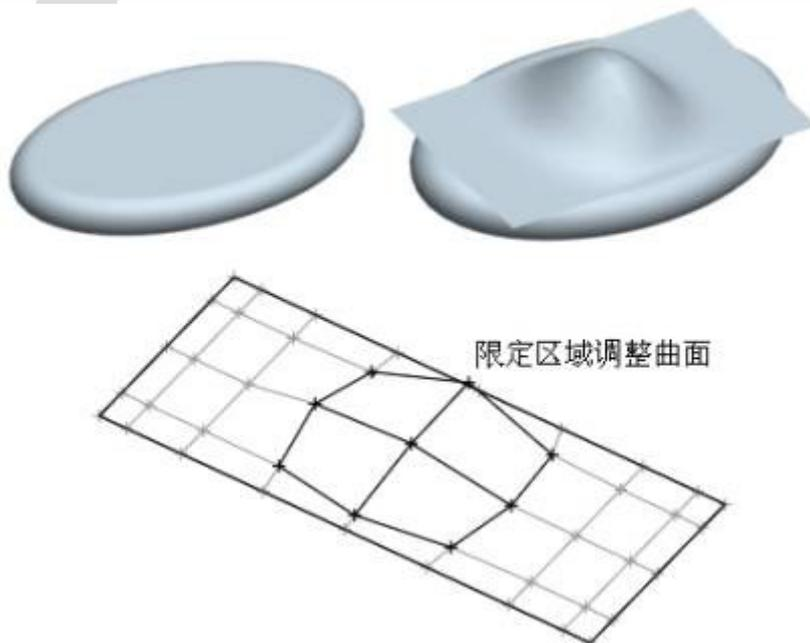

图 10-7 练习 10-7 操作示意图
【练习10-7】：打开附盘“\ch10\10-7.prt”文件，使用【曲面自由形状】命令完成如图10-7所示的模型。
1. 如图 10-7 所示设置局部曲面。